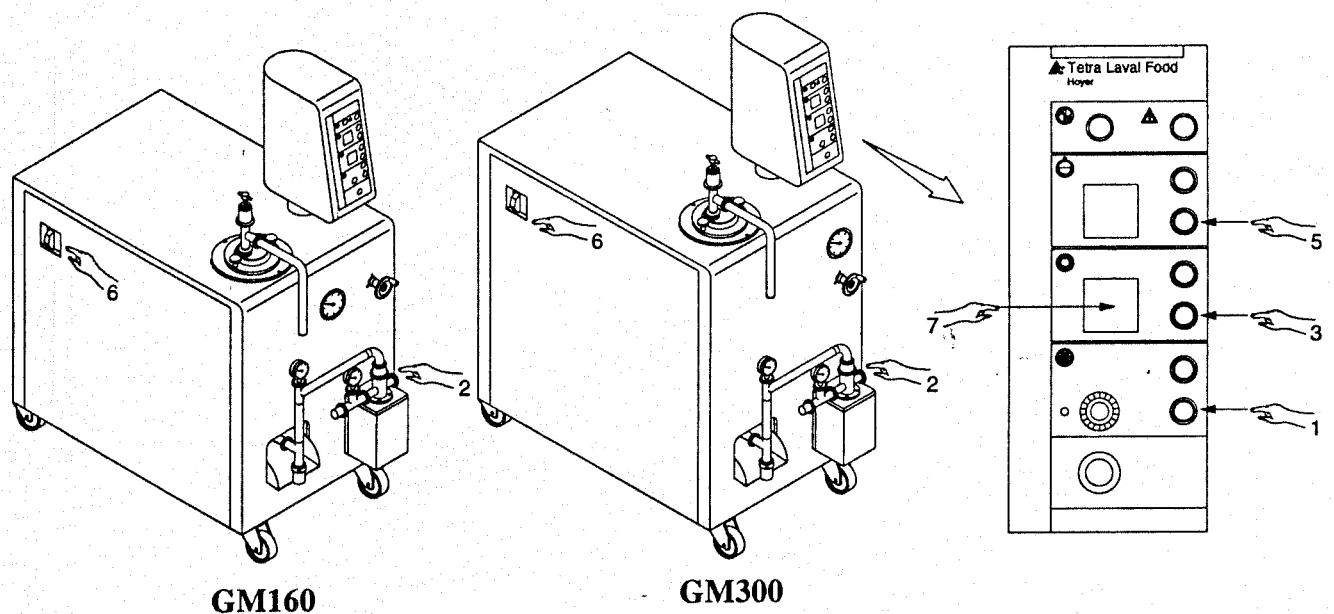

Fig.6.7
- 1 - Fermare il compressore frigorifero premendo il pulsante P6 (*Part.1, Fig.6.7*).
- 2 - Scollegare l'alimentazione della miscela dal tino (*Part.2, Fig.6.7*) e alimentare la pompa con acqua calda e detergente e risciacquare con solo acqua calda.
- 4 - Arrestare l'albero sbattitore premendo il pulsante P4 (*Part.3, Fig.6.7*). Il led rosso sullo strumento (*Part.7, Fig.6.7*) si accende per 30 secondi indicando l'immissione di "gas caldo".
- 5 - Fermare la pompa d'alimentazione premendo il pulsante P2 (*Part.5, Fig.6.7*).